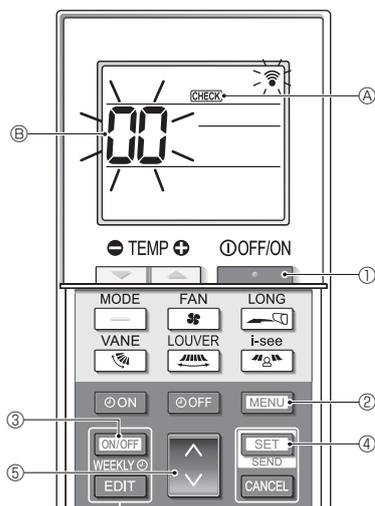

Fig. 7-6
■ Самодиагностика (Fig. 7-6)
- Нажмите кнопку ①, чтобы остановить работу кондиционера воздуха.
- Если недельный таймер активирован (есть надпись **WEEKLY**), нажмите кнопку ③ для отключения таймера (нет надписи **WEEKLY**).
- Нажмите и удерживайте в течение 5 секунд кнопку ②.
- Появляется надпись **CHECK** ④, и блок переходит в режим самодиагностики.
- Нажмите кнопку ⑤, чтобы выбрать адрес хладагента (адрес M-NET) ⑥ внутреннего блока, для которого вы хотите выполнить самодиагностику.
- Нажмите кнопку ④.
- Нажмите кнопку ①.
- Надпись **CHECK** ④ и адрес хладагента (адрес M-NET) ⑥ исчезают; самодиагностика завершена.